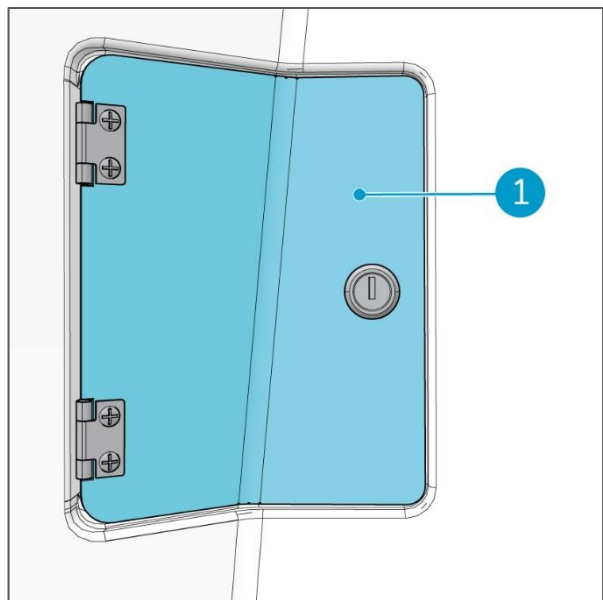

Figura 22
Detrás de la i-mop lite hay un compartimento personal (Figura 22, pos. 1) donde puedes guardar tus pertenencias. Puedes cerrarlo con la llave que se suministra con la i-drive.